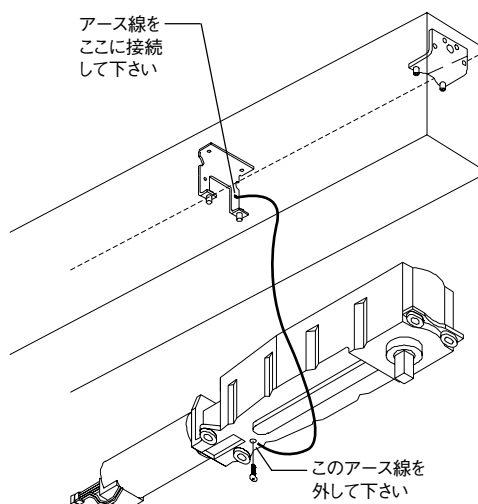

図5-1
- 5.2 取り付けを簡単にするために、85010-600のグリーンのアース線を外して下さい。図5-1で示すように、モーターギアボックス取付用ブラケットにアース線を接続して下さい。